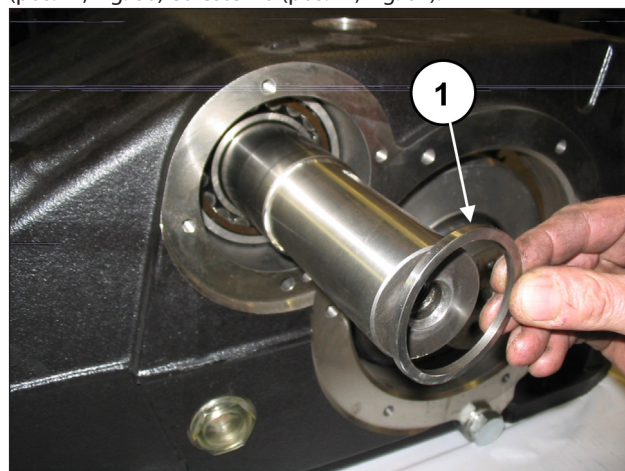
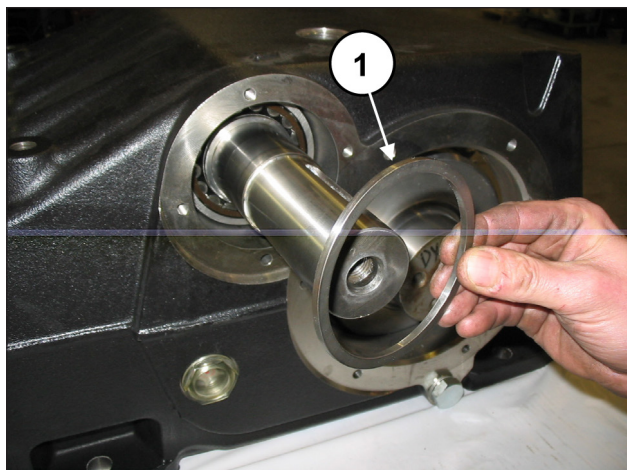

Fig. 60
Fig. 61
Da entrambi i lati inserire i distanziali cuscinetto interno (pos. ①, Fig. 60) ed esterno (pos. ①, Fig. 61).